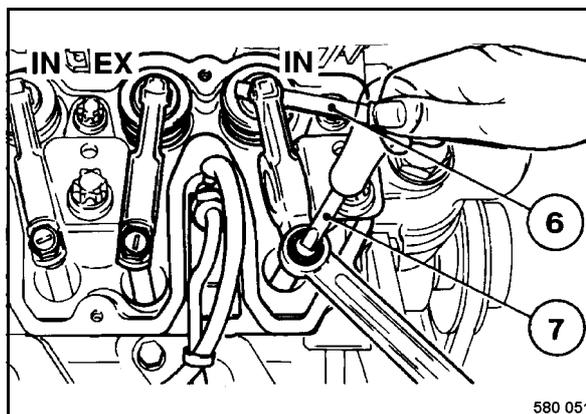

fig. 129
- Desserrer légèrement le contre-écrou. A l'aide d'un tournevis 7 (fig. 129), régler le jeu à la vis de réglage de sorte que la cale d'épaisseur puisse coulisser sans grande résistance avec l'écrou serré.